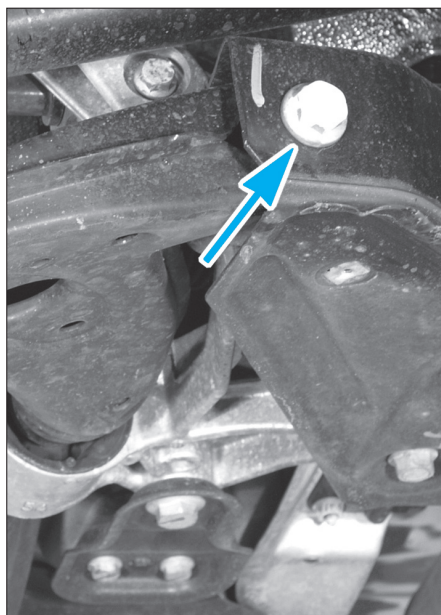

Fig. 7
- Repérer la position de montage de la vis, la desserrer et extraire le triangle hors du berceau (Fig.7).